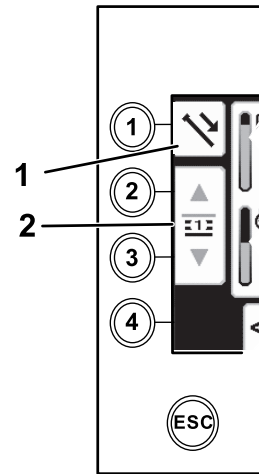

Figura 25
1. Pulse el botón 1 para seleccionar Empujar tubo (Figura 25).
2. Pulse los botones 2 y 3 para seleccionar la fila de la que desea obtener el tubo (Figura 25).